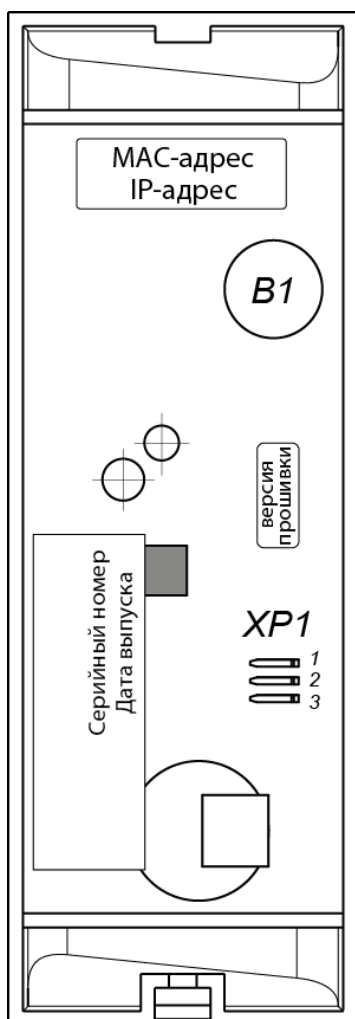

Рисунок 1. Внешний вид тыльной стороны контроллера
Выбор способа задания IP-адреса контроллера осуществляется установкой или снятием перемычки (джампера) на разъем *XP1* на тыльной стороне контроллера. Расположение разъема указано на рис. 1.
Контроллер имеет маркировку в виде этикетки, расположенной на тыльной стороне корпуса. Расположение этикетки и других наклеек показано на рис. 1. На этикетке нанесены наименование, серийный номер и дата изготовления изделия.
6. Выберите способ задания IP-адреса контроллера (см. разд. 5.5) и при необходимости установите перемычку (джампер) на разъем *XP1* согласно табл. 2. Расположение перемычки указано на рис. 1.